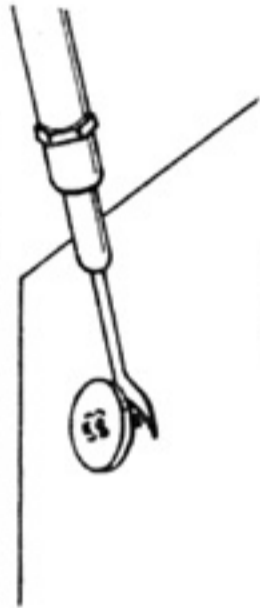

Рис. 49
29. Применение ножа для распаривания шва (рис. 49, 50 и 51)
- отделение пуговиц (рис. 49)